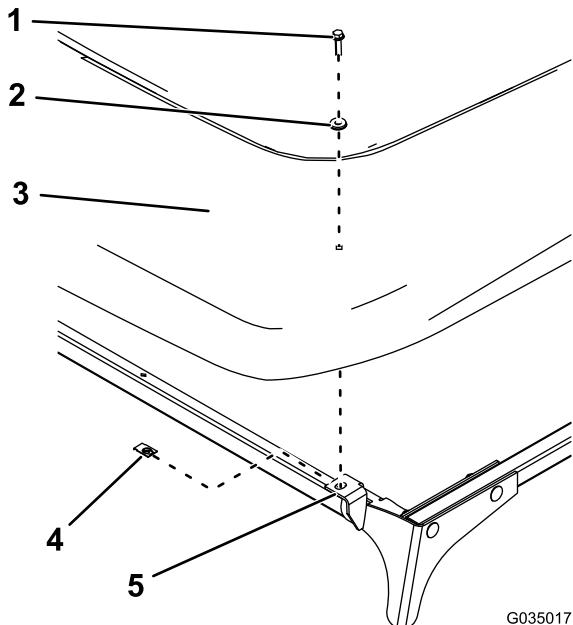

Figura 15
16. Instale o toldo nas placas dianteiras utilizando dois clipe, duas anilhas vedantes e dois parafusos flangeados hexagonais ($\frac{1}{4}$ " x 1"), como se mostra na Figura 15.